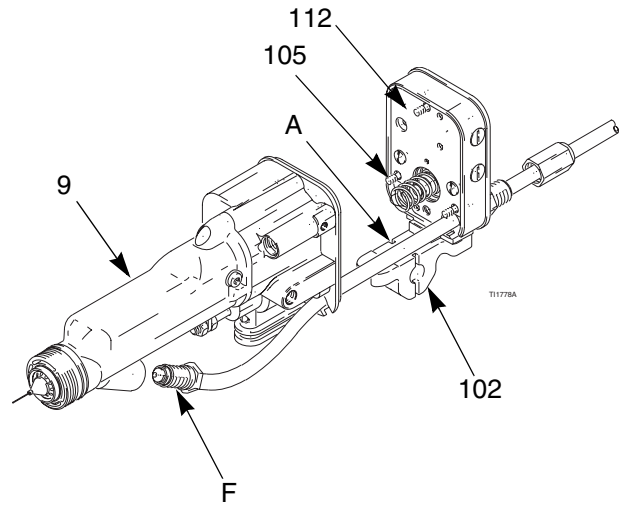

Fig. 22. Desmontaje de la pistola del colector
4. Retire el cabezal de aire (3) y la carcasa (2), página 44.
5. Desconecte el racor de la manguera de fluido (F) del cañón de la pistola (9).
6. Afloje el tornillo inferior de la pistola (31) hasta que ésta se asiente suavemente en la ranura del soporte de montaje (A). Vea Fig. 22.
1. Compruebe que la empaquetadura (112) y el muelle (105) están debidamente colocados en el colector. Vea Fig. 22. Inspeccione las piezas por si están dañada y cambie las que sea necesario.
2. Fije la pistola al colector apretando los tres tornillos (106).
3. Fije la pistola al soporte de montaje (102) apretando el tornillo inferior (31).
5. Vuelva a instalar la carcasa de la pistola (2) y el cabezal de aire (3), página 44.